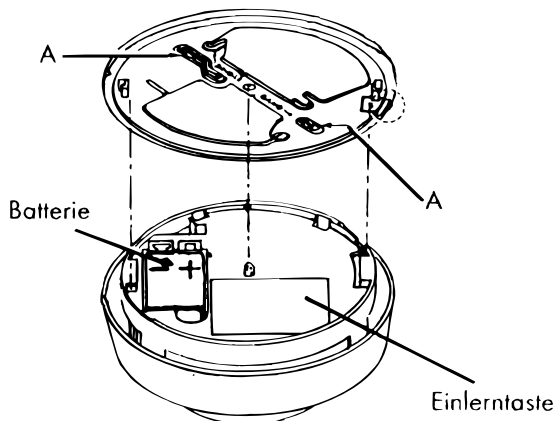

Bild 2: Aufbau des Funk-Rauchmelders
2. Setzen Sie die 9 V Batterie in der gekennzeichneten Polarität ein. Die Batterieanschlußklemmen müssen spürbar einrasten (siehe Bild 2).